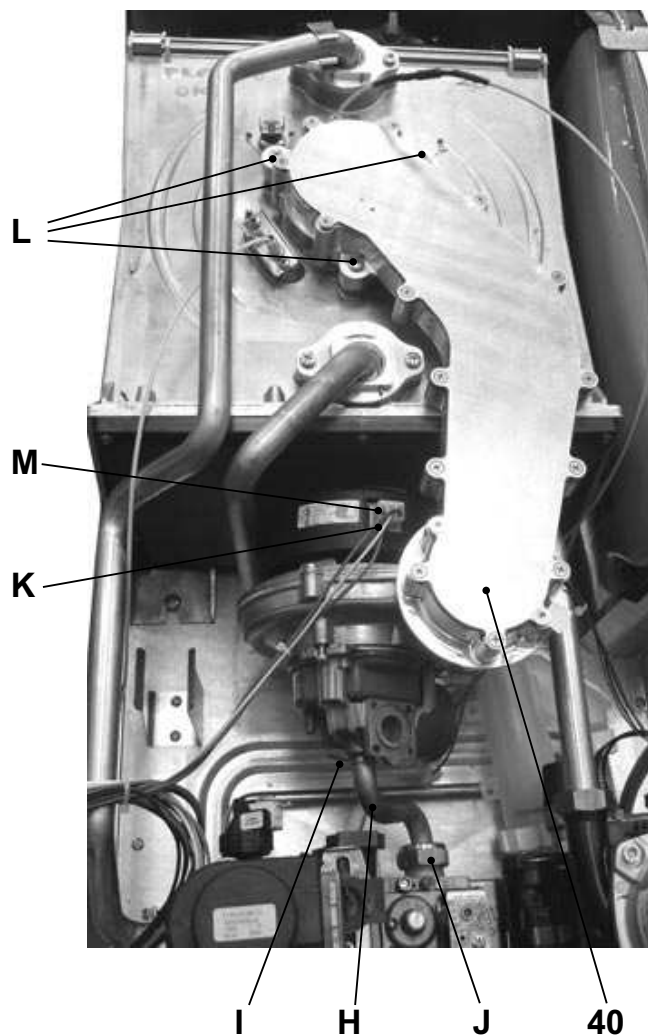

Figura 9.7
Rimozione del gruppo bruciatore ventilatore 40 in Figura 9.7 .
- Inserire un cacciavite piano nella rientranza K del connettore M e fare leva verso il basso, contemporaneamente scollegare il connettore M tirandolo frontalmente (Figura 9.7 ).
- Svitare le viti L e rimuovere il gruppo bruciatore ventilatore 40 (Figura 9.7)